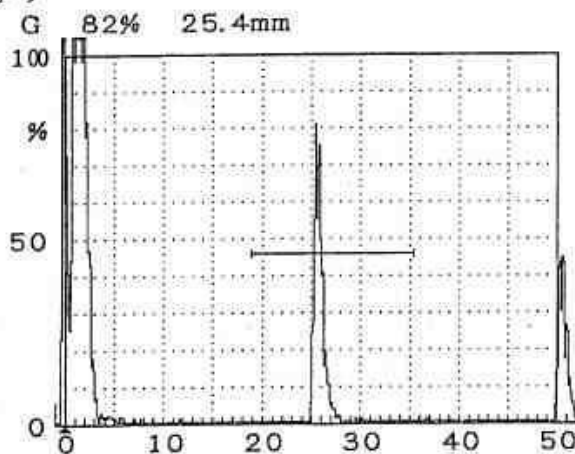

図 6.2.21 印刷様式の例 (探傷報告様式1)
- (2) 探傷報告様式 (1) : 探傷図形又は周波数分析結果と、日付、UI-23 の製造番号、探触子、試験者、試験体及び詳細な探傷条件を、図 6.2.21 に示したように A 4 サイ